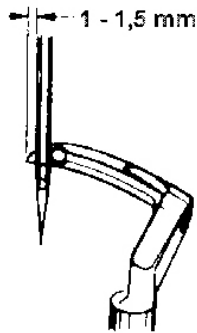
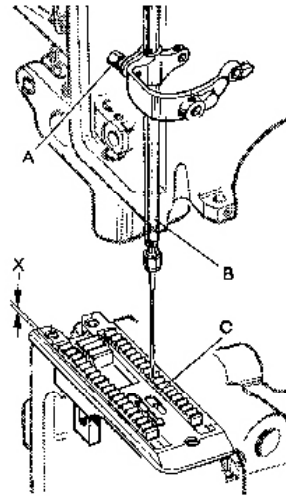
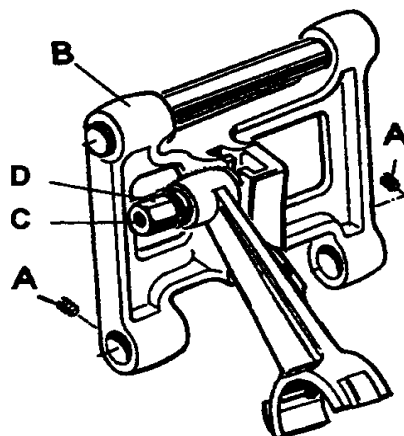

Fig. 12
Fig. 13
Fig. 14
Remove the face cover on machine arm. Rotate handwheel in operating direction until the looper point, moving to the left, projects 1 to 1.5 mm (.040 to .060 in.) left of the needle (see Fig. 12). Lower edge of looper and upper edge of needle eye must be flush in this position. If adjustment is necessary, loosen clamp screw (A, Fig. 13) in the needle bar connection and move the needle bar up or down, as required. Retighten screw (A) and remount face cover.
Entfernen Sie den Stirndeckel am Maschinenarm. Drehen Sie das Handrad in Nährichtung bis die sich nach links bewegende Greifer Spitze 1 bis 1,5 mm links der Nadel steht (siehe Fig. 12). In dieser Stellung müssen Unterkante Greifer und Oberkante Nadelöhr bündig sein. Ist eine Einstellung notwendig, lösen Sie die Klemmschraube (A, Fig. 13) im Nadelstangenmitnehmer und schieben die Nadelstange (B) entsprechend nach oben oder unten. Ziehen Sie die Schraube (A) wieder an und montieren Sie den Stirndeckel.
At highest point of feed dog travel, the lower feed dog (C, Fig. 13) should be set so that the rear teeth project their full depth (X, Fig. 13) above the throat plate surface. For setting remove the lower feed dog and adjust the supporting screw (K, Fig. 10) on the top to the feed bar to the required height. Remount the lower feed dog. After loosening screws (A, Fig. 14) rear in the feed rocker (B) the feed bar with feed dog can be moved laterally to center the feed dog in the throat plate slots, if required. Retighten screws (A).
Im höchsten Punkt der Transporteurbewegung sollen die hinteren Zähne des unteren Transporteurs (C, Fig. 13) eine volle Zahnhöhe (X, Fig. 13) über die Stichplattenoberfläche hinausragen. Zur Einstellung entfernen Sie den Transporteur und stellen die Stützscharbe (K, Fig. 10) oben im Transporteurträger auf die entsprechende Höhe. Montieren Sie den Transporteur wieder.
Nach dem Lösen der Schrauben (A, Fig. 14) hinten im Transportertrahen (B) kann der Transporteurträger bei Bedarf mit dem Transporteur seitlich verschoben und in den Stichplattenschlitzen vermittelt werden. Ziehen Sie die Schrauben (A) wieder an.
Stud (C, Fig. 14) for setting the stitch length is accessible from the outside.
The length of the stitch can be adjusted by raising or lowering the stud (C, Fig. 14) in the segment slot of the feed rocker (B). Lowering stud (C) will lengthen the stitch, raising the stud will shorten the stitch. After loosening nut (D), stud (C) can be moved accordingly. When the desired stitch length is obtained, retighten nut (D).
Der Bolzen (C, Fig. 14) zur Einstellung der Stichlänge ist von außen zugänglich.
Die Stichlänge kann durch Höher- oder Tieferstellen des Bolzens (C, Fig. 14) in der Nut des Transportrahmens (B) verändert werden. Tieferstellen des Bolzens (C) verlängert den Stich, Höherstellen verkürzt ihn. Nach Lösen der Mutter (D) läßt sich der Bolzen (C) entsprechend verschieben. Wenn die gewünschte Stichlänge eingestellt ist, ziehen Sie die Mutter (D) wieder an.